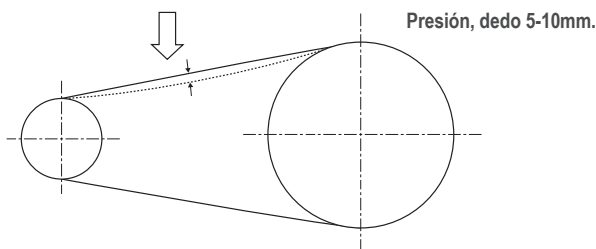
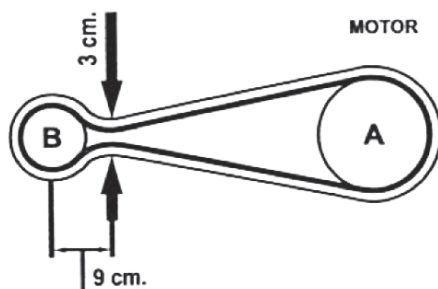

Fig. 4.3. Medición de Tensión
Fig. 4.4. Medición de Tensión
- Para placa compactadora CPD-2150, CPE-2150. Se tiene que comprobar la tensión ejerciendo presión con el dedo pulgar. (Ver Fig. 4.3.). La flexión deberá medir entre 10 a 15 mm, ejerciendo presión con el dedo pulgar.
- Embrague polea (A) debe estar abierto.
- Apoyar correa entre polea vibrador (B) y polea embrague (A)
- Desplazar motor hasta la correa, tome la figura indicada (Ver Fig. 4.4.) presionando con el pulgar y el índice de su mano hasta lograr la medida indicada de 30 mm, luego apretar pernos de fijación del motor.